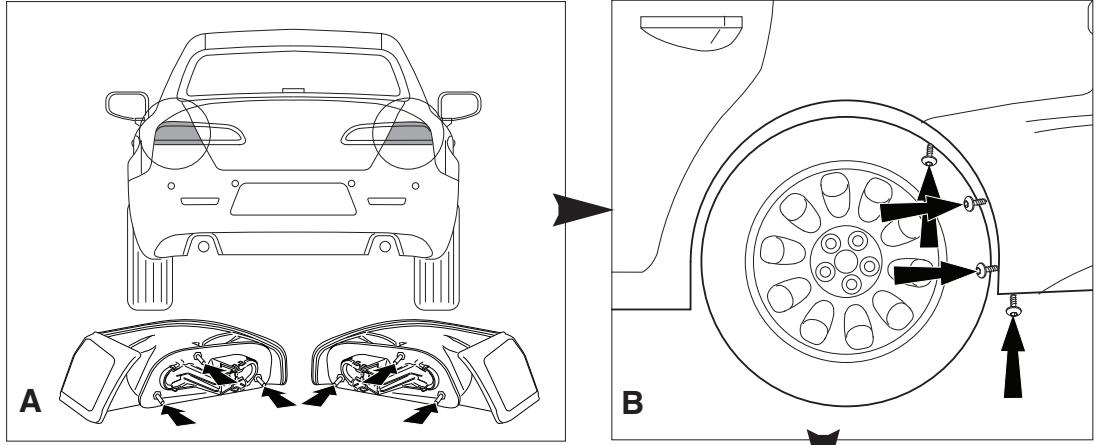

Fig.1
2. Снять задние фары. (См. рисунок 1).
3. Снять бампер вместе с распоркой из пенопласта. (См. рисунок 1).